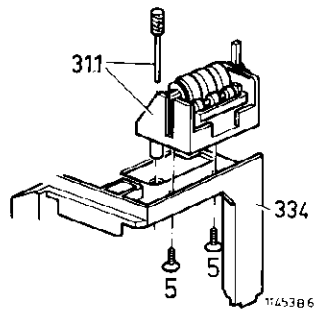

Fig. 5
- Enlever les deux vis devenues visibles et le plateau pourra être extrait (fig. 5).